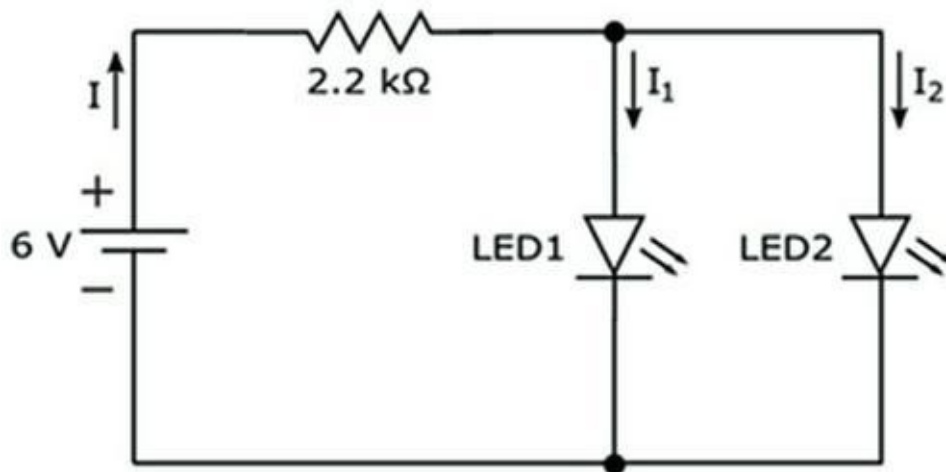
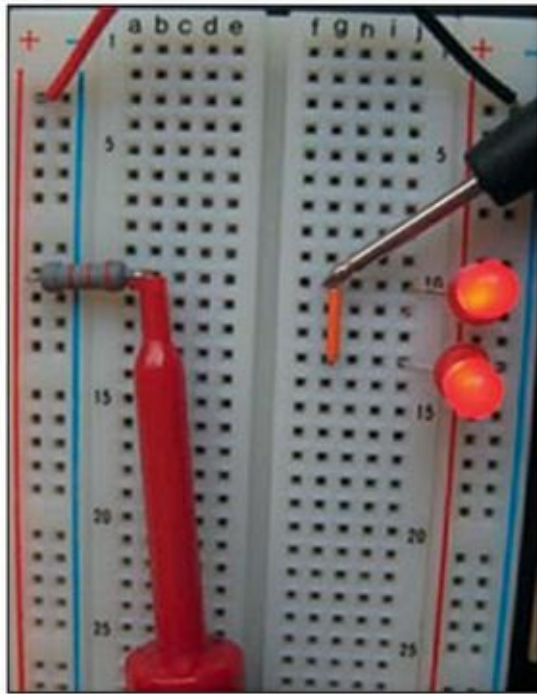
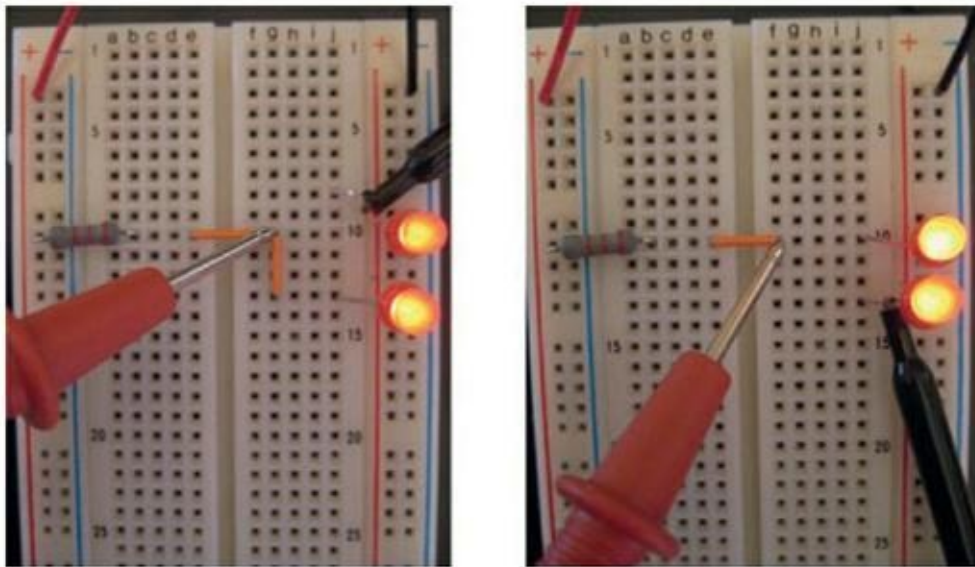

FIGURE 4-3 Les ampoules électriques sont souvent montées en parallèle, si bien que si une ampoule claque, les autres continuent de produire de la lumière.
FIGURE 4-5 Mesure de l'intensité du courant traversant la résistance.
FIGURE 4-6 Mesure de l'intensité du courant traversant LED1 (à gauche) et LED2 (à droite).
La solution à ce problème que présentent les circuits branchés en série consiste à brancher plutôt les composants en parallèle, comme l'illustre la Figure 4-3. Ainsi, même si un ballon vient malencontreusement briser quelques ampoules, le reste sera toujours illuminé (certes, on lira peut-être « L'AUBE DU CHE », mais aucune solution n'est parfaite).
Dans un montage en parallèle comme celui de la Figure 4-3, le courant qui circule à partir de la borne positive de la source se répartit entre les différentes branches du circuit et alimente chaque LED. Le courant qui traverse *LED1* ne traverse pas *LED2*. Si votre enseigne
- » **Intensité aux bornes de la résistance (I)** : Ouvrez le circuit entre la résistance et les deux LED, et refermez le circuit à l'aide du multimètre comme le montre la Figure 4-5. Sachant que vous branchez le multimètre en série avec la résistance, vous mesurez l'intensité I du courant parcourant la résistance (voir Figure 4-3).
comme sur la photo de gauche de la Figure 4-6. Sachant que le multimètre est branché en série avec *LED1*, vous mesurez l'intensité I_1 du courant qui parcourt *LED1* (voir Figure 4-3).
- » **Intensité aux bornes de LED2 (I_2)** : Retirez le multimètre et rebranchez *LED1*, puis débranchez la borne positive de *LED2* de la résistance. Insérez le multimètre dans le circuit, comme sur la photo de droite de la Figure 4-6 (à noter que j'ai retiré le cavalier orange pour débrancher *LED2* de la résistance, puis j'ai inséré mon multimètre dans cette ouverture du circuit). Vous mesurez ainsi l'intensité I_2 du courant qui parcourt *LED2* (voir Figure 4-3).